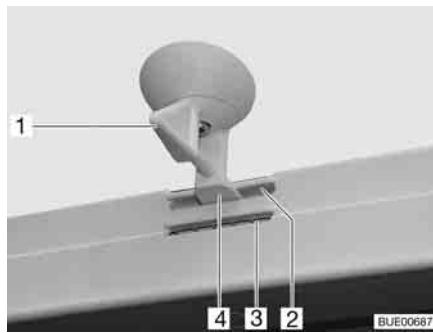
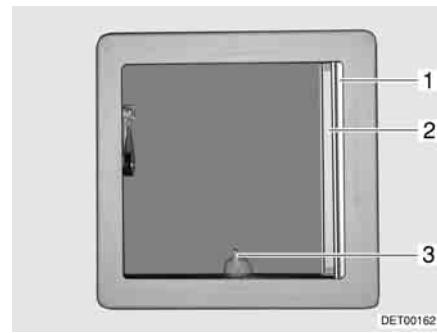

Fig. 47 Oblò inclinabile, bloccaggio
Fig. 48 Oblò inclinabile
- Posizionamento:** ■ Ruotare la leva (Fig. 47,1 o Fig. 48,3) di un quarto di giro.
■ Girare la leva di un quarto di giro. Il bloccaggio (Fig. 47,4) deve entrare nella feritoia inferiore (Fig. 47,3).
- Girare la leva di un quarto di giro. Il bloccaggio (Fig. 47,4) deve entrare nella feritoia superiore (Fig. 47,2).
- Tirare la tendina oscurante pieghevole (Fig. 48,1) fino alla posizione desiderata e rilasciare. La tendina oscurante pieghevole rimane in questa posizione.
- Estrarre la zanzariera a rullo (Fig. 48,2) fino a quando non scatta il bloccaggio dalla parte opposta.